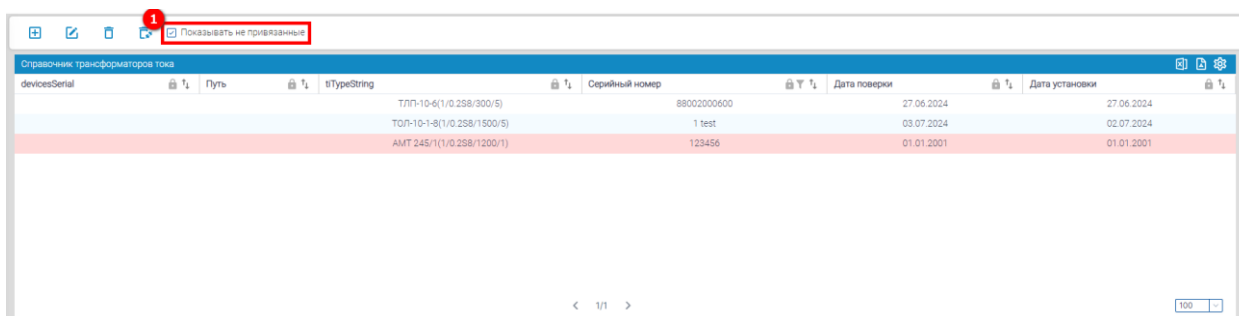

Рисунок 94 – Справочник трансформаторов тока – Трансформаторы, не использующиеся при подключении
При проставлении отметки **Показывать только не привязанные** (1) (см. рисунок 94) в таблице справочника трансформаторов напряжения будут отображаться только те трансформаторы, которые не используются при подключении ни одного из счетчиков.